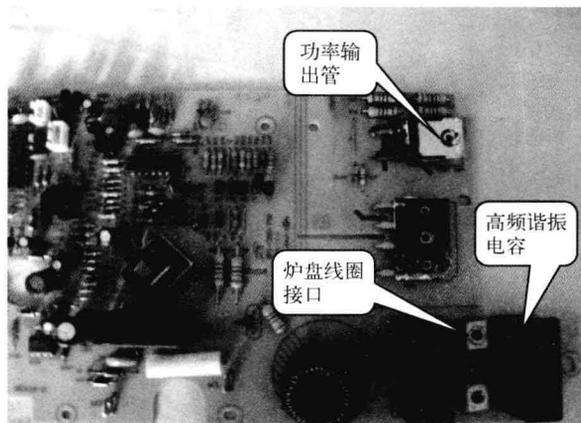

图 1-12 功率输出电路实物图
(2) 功率输出电路：功率输出电路是电磁炉主电路板的终端部分，其他电路都是为其服务的。在控制脉冲的作用下，功率管交替导通与截止，产生高频电压谐振，形成脉冲电流，驱动炉盘线圈产生的高频磁场与铁质锅具的作用而输出热能。图 1-12 所示的是功率输出电路实物图。